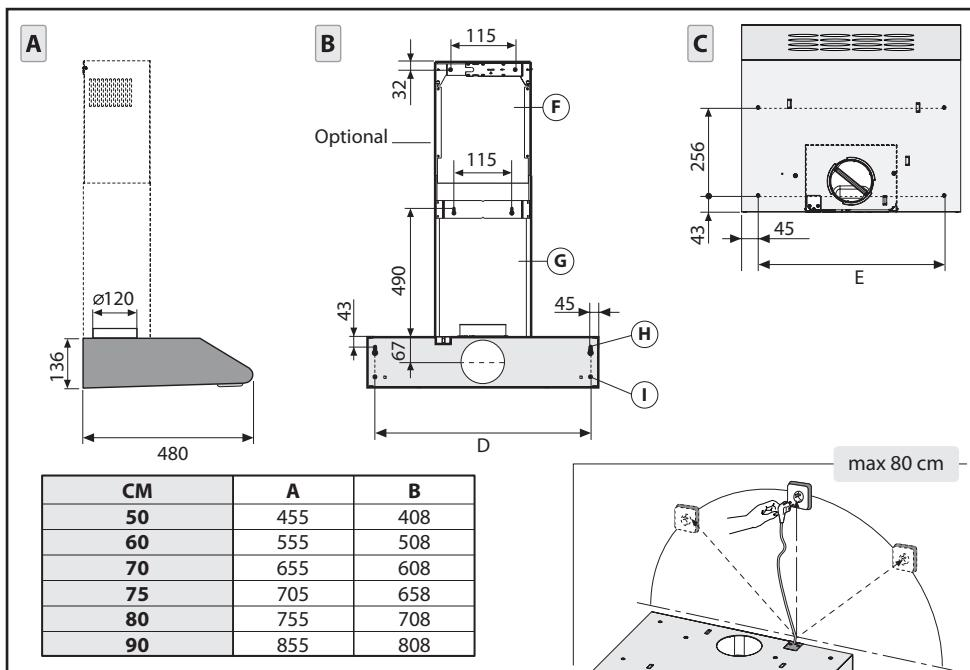

Fig.2
**1. Montaggio della cappa nella parte inferiore del pensile (Fig.2):**
## 2. Montaggio della cappa alla parete (Fig.2):